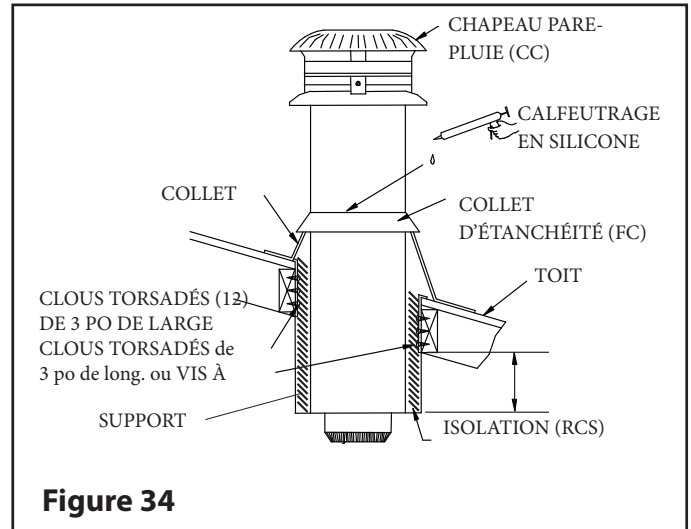

Figure 34
Étape 3. En utilisant un niveau, veillez à ce que le support soit vertical. Si le support s'étire au-dessus du toit, découpez-le de façon à ce qu'il soit égal au sommet du toit. Clouez le support au boîtier encadré à l'aide de (12) clous torsadés de 3 po (voir Figure 34).